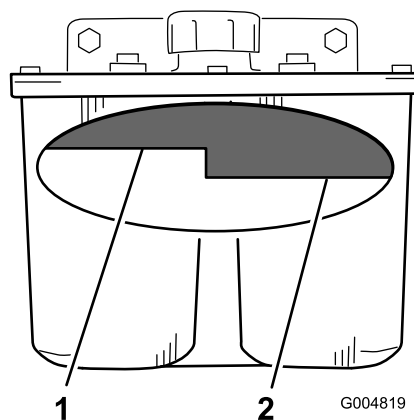

Figure 86
4. Nettoyez la surface autour du goulot de remplissage du réservoir hydraulique (Figure 86).
5. Enlevez le bouchon du goulot de remplissage et vérifiez qu'il ne reste plus de liquide dans le réservoir en regardant à l'intérieur (Figure 86).
Remarque: Lorsque l'huile est chaude, le niveau de liquide doit atteindre le haut du repère « à chaud » sur le déflecteur (Figure 86).